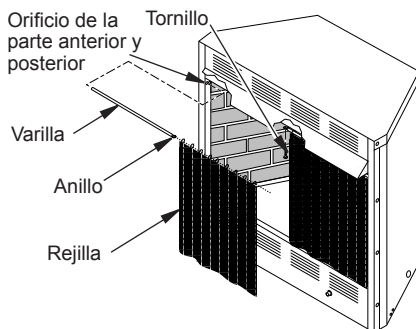

Figura 14 - Instalación de la rejilla del calefactor
1. Inserte cada varilla través de los nueve anillos localizados en la parte superior de la rejilla (consulte la figura 14).